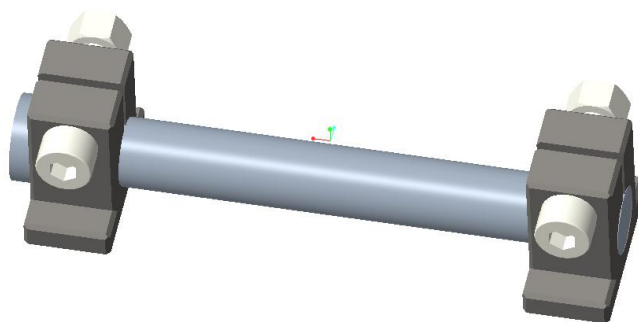
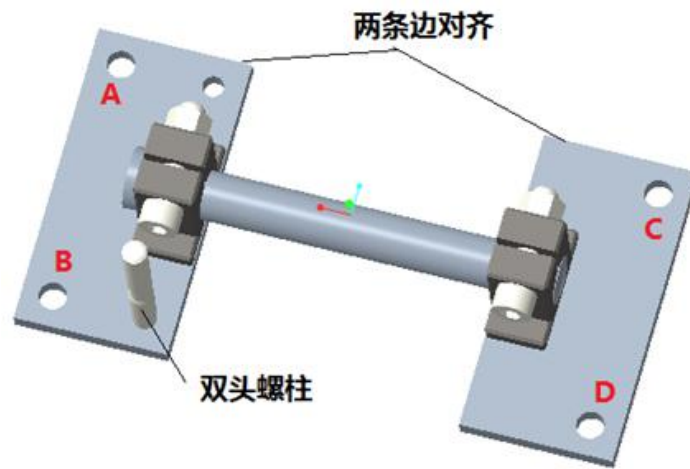
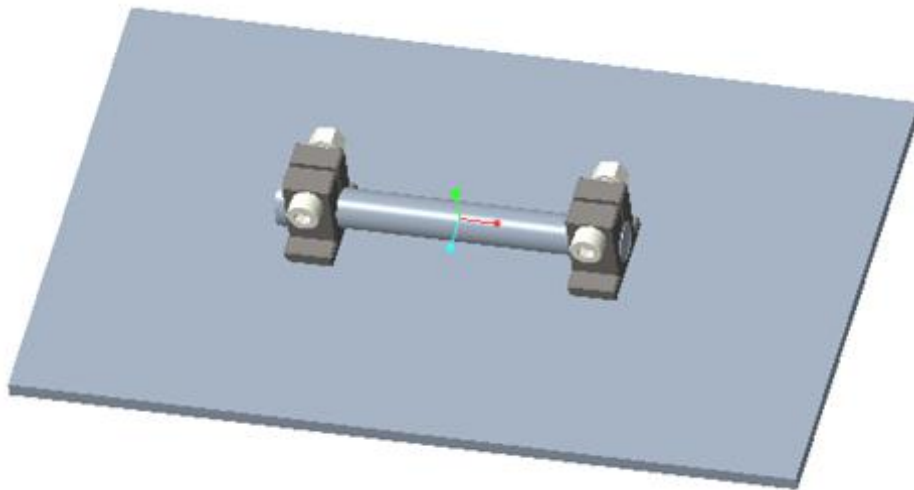

图 3.3.2 支座安装示意图
图 3.3.3 支座焊接示意
图 3.3.7 支座焊接示意图
2、 将辅助杆穿入两传感器支座内部，调节距离，辅助杆一端顶住支座，另一端与支座齐平，如图 3.3.2 所示；（支座螺母为防松螺母，此时不能拧紧）
3、 将两块安装钢板按图 3.3.3 要求进行放置，将双头螺柱紧固在安装钢板螺纹孔处，然后将图 3.3.2 所示的传感器支座整体安放在两块安装钢板上，分别在传感器支座左右两侧进行焊接，焊缝长度需大于 1cm；
- 4、 将图 3.3.3 所示安装好的部件安放在墙体上,在安装钢板 A、B、C、D 孔位对应的墙体上钻孔,钻孔直径需与自选的膨胀螺栓相匹配。用膨胀螺栓将安装钢板与墙体紧固。
- 2、 将辅助杆穿入两传感器支座内部，调节距离，辅助杆一端顶住支座，另一端与支座齐平，如图 3.3.2 所示；（支座螺母为防松螺母，此时不能拧紧）
- 3、 将图 3.3.2 所示的传感器支座整体安放在安装钢板上，如图 3.3.7 所示，分别在传感器支座左右两侧进行焊接，焊缝长度需大于 1cm；